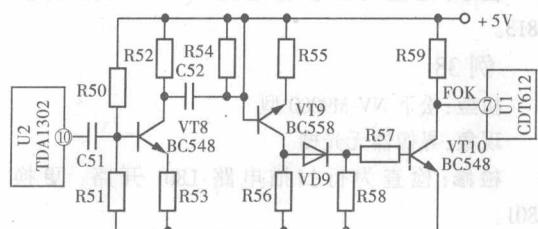

图 2
分析与检修：打开机盖，通电观察，发现主轴电机不转动。我们知道，主轴电机是否转动与 RF 信号处理系统内的 FOK 信号直接有关，FOK 信号是主轴电机转动的必要条件。检修时首先测量中央处理器 U1(CDT612)⑦脚 FOK 信号输入端电压，结果没有跳变的高电平 +5V 电压，由此判断故障肯定在激光头组件或 FOK 信号形成电路。本着先易后难的原则，先检查激光头。取出碟片，使碟盒在无碟时进入，以便仔细观察激光头的聚焦搜索动作，发现物镜能上下运动数次，从侧面看激光头物镜上有红色激光发出。由于该机使用时间不长，估计激光头老化、损坏的可能性较小，故重点检查 FOK 形成电路（如图 2 所示）。该机采用飞利浦 MKH612 机芯，它与其他机芯的显著差别是，FOK 电路并没有集成在前置放大电路内，而是由分立元件组成。对 FOK 电路仔细检查后发现，三极管 VT9 的 b-e 极已开路，换上新的 BC558 后，故障排除。